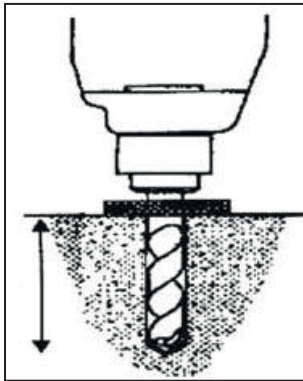

Figure 19
- Fixez les boulons d'ancrage avec une perceuse à percussion avec une mèche de 16, percez jusqu'à 120 mm de profondeur et nettoyez le trou (figure 19).